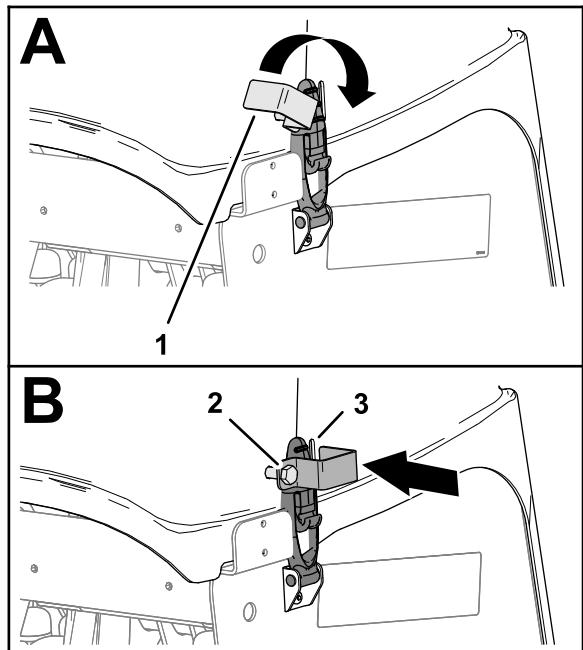

Bild 154
3. Wenn Ihre Maschine mit CE-Riegelhaken ausgestattet ist, drehen Sie die Sicherungsplatte, bis sie mit dem Schlitz an der Seite der Abdeckung des Aerifizierkopfs fluchtet (Bild 154).
4. Ziehen Sie die Schraube der Sicherungsplatte an (Bild 154).